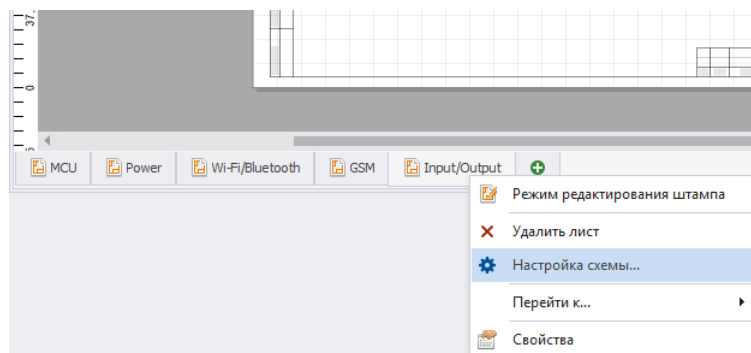

Рис. 8 Переход к настройкам схемы
- Нажать на кнопку  – «Настройка схемы», которая расположена на панели инструментов в правом нижнем углу окна документа, либо воспользоваться контекстным меню вкладки листа, см. Рис. 8.